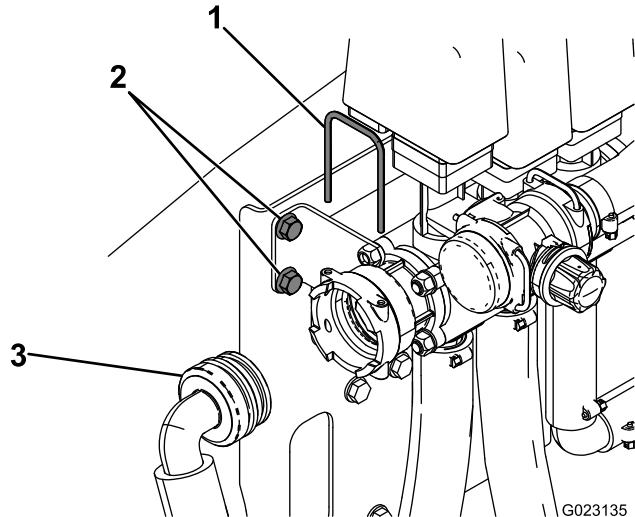

Figura 20
- Retire los 2 pernos que sujetan el soporte pequeño al bastidor (Figura 20).
- Retire la horquilla de retención que sujetla la manguera de presión al lateral de la válvula de agitación (Figura 20), y aparte la manguera y la horquilla.